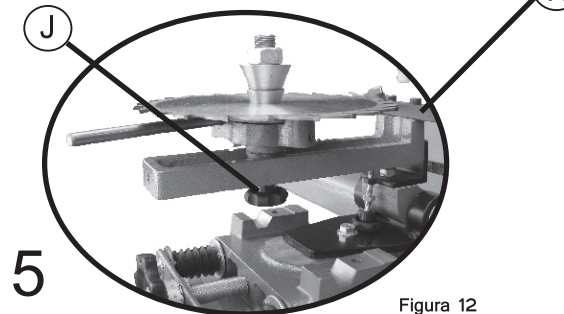

Figura 12
Para aproximar a serra no reboło, regule o parafuso de fixação da mesa da corredeira (J), de modo que a serra se apóie a trava (K) sendo que a wídia deverá estar livre. Conforme a *figura 12*.